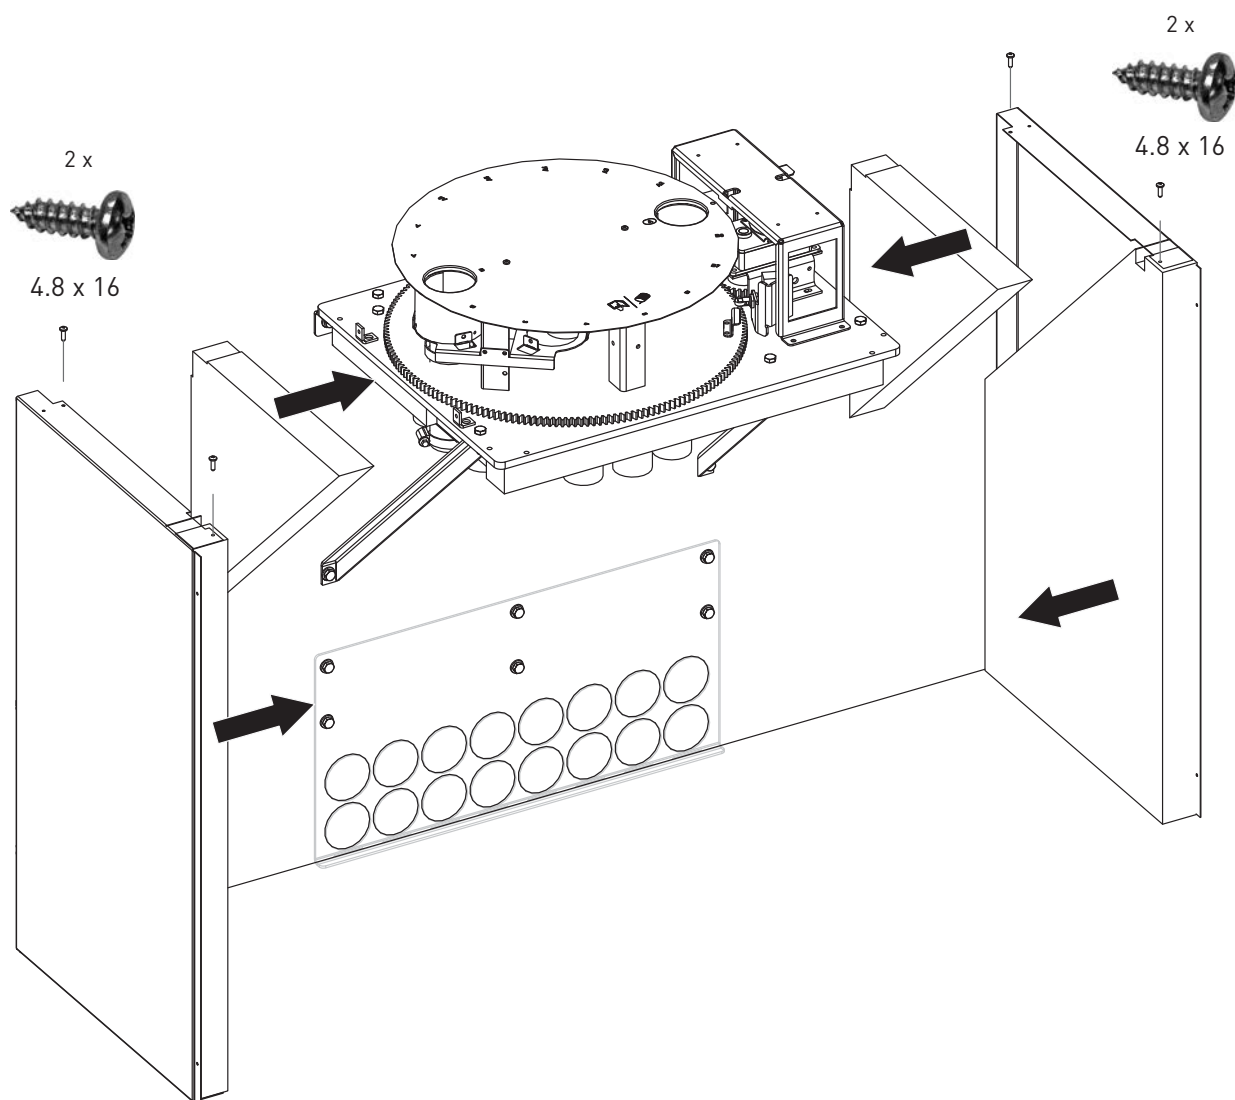

Fig. 23 Montaggio delle parti laterali.
- 1.) Rimuovere i pezzi di isolamento triangolari dalle sezioni laterali e premerle ai lati dell'unità di commutazione – Fig. 23.
- 2.) Fissare le sezioni laterali in cima con 2 viti autofilettanti 4.8 x 16 – Fig. 23.